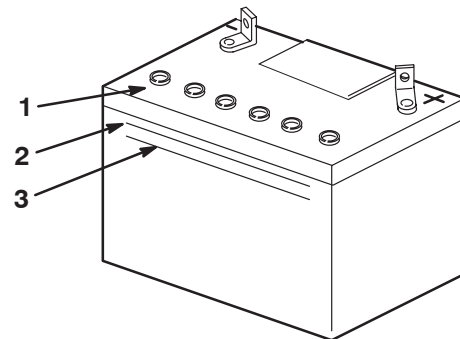

Figure 61
3. Observez le côté de la batterie. Le niveau de l'électrolyte doit atteindre le trait **supérieur** (Fig. 61).
**Remarque :** Ne laissez pas l'électrolyte descendre en dessous du trait **inférieur** (Fig. 61).
3. Enlevez les bouchons d'aération de la batterie (Fig. 61).
4. Versez lentement de l'eau distillée dans chaque élément jusqu'au trait **supérieur** (Fig. 61) sur le côté de la batterie.
5. Attendez 5 à 10 minutes après avoir rempli les éléments de la batterie puis ajoutez de l'eau distillée, au besoin, pour amener le niveau au repère **supérieur** (Fig. 61) sur le côté de la batterie.